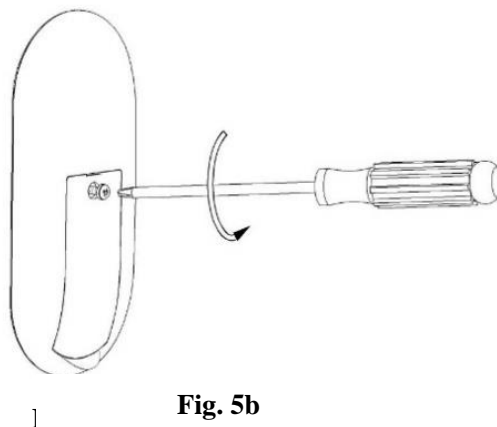

Fig. 5b
2. Para reemplazar la pila por una nueva, afloje el tornillo de la tapa del compartimiento de la pila (Fig. 5b).